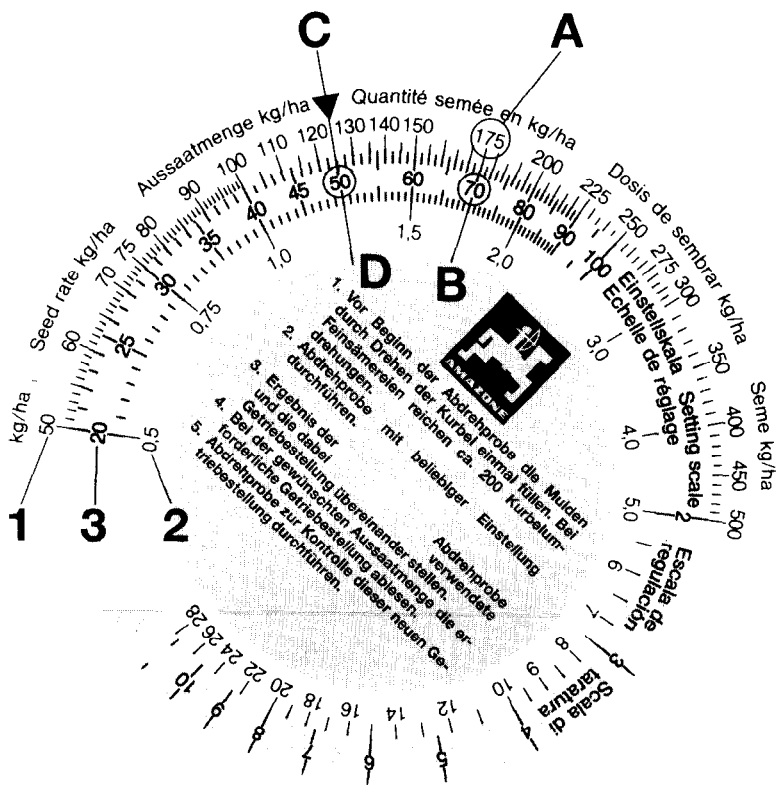

Fig. 3
Den **første** indsåningsprøve giver i regelen endnu ikke den ønskede udsåningsmængde. Med værdierne fra den **første** indsåningsprøve kan det rigtige gearindstill.-nr. dog let bestemmes ved hjælp af den vedlagte regneskive (fig. 3). Regneskiven består af tre skalaer. En ydre hvid skala (fig. 3/1) for alle udsåningsmængder over 30 kg/ha og en indre hvid skala (fig. 3/2) for alle udsåningsmængder under 30 kg/ha. På den midterste farvede skala (fig. 3/3) er gearindstillings-numrene fra 1 til 100 angivet.
- Udsåningsmængden 175 kg/ha (fig. 3/A) og gearindstillings-nummeret „70“ (fig. 3/B) stilles ud for hinanden på regneskriven.
- På regneskriven aflæses nu gearindstillings-nummeret for den ønskede udsåningsmængde på 125 kg/ha. (fig. 3/C).
- I vores eksempel er gearindstillings-nummeret „50“ (fig. 3/D).